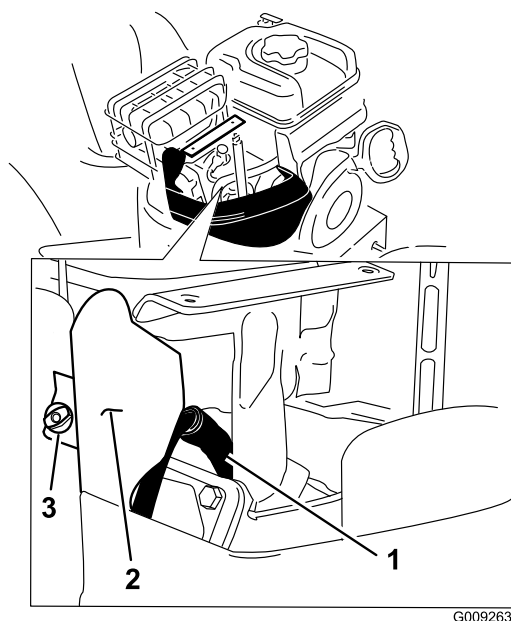

Figure 52
- Enlevez la vis à oreilles du support et le support (Figure 52).
- Nettoyez la surface autour de la base de la bougie (Figure 52).